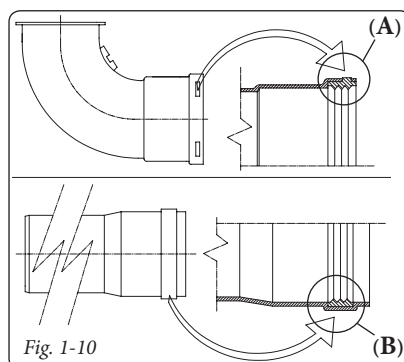

Fig. 1-10
**Posizionamento delle guarnizioni (di colore nero) per fumisteria "serie verde".** Prestare attenzione ad interporre la guarnizione corretta (per curve o prolunghe) (Fig. 1-10):
- guarnizione (A) con tacche, da utilizzare per le curve;
- guarnizione (B) senza tacche, da utilizzare per le prolunghe.